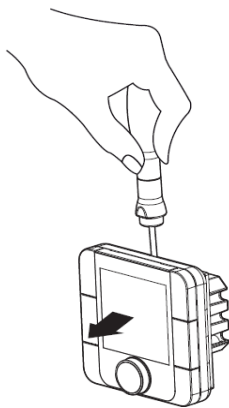

Fig. 1
1. Maak de voorkant los van de achterkant van de bediening door middel van een schroevendraaier (fig. 1.)
Plaats een schroevendraaier in de gleuf bovenop de bediening (fig. 1) en druk onderwaards om het display te ontkoppelen.